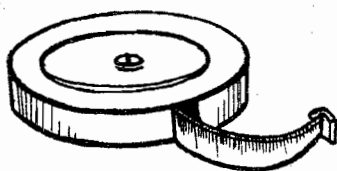

Рис. 3. Рулетка.
**Рулетка** (рис. 3) применяется для измерения больших длин. Изготовлена в виде стальной ленты, наматывающейся на ось и заключенной в футляр. Рулеткой можно измерять не только расстояния между